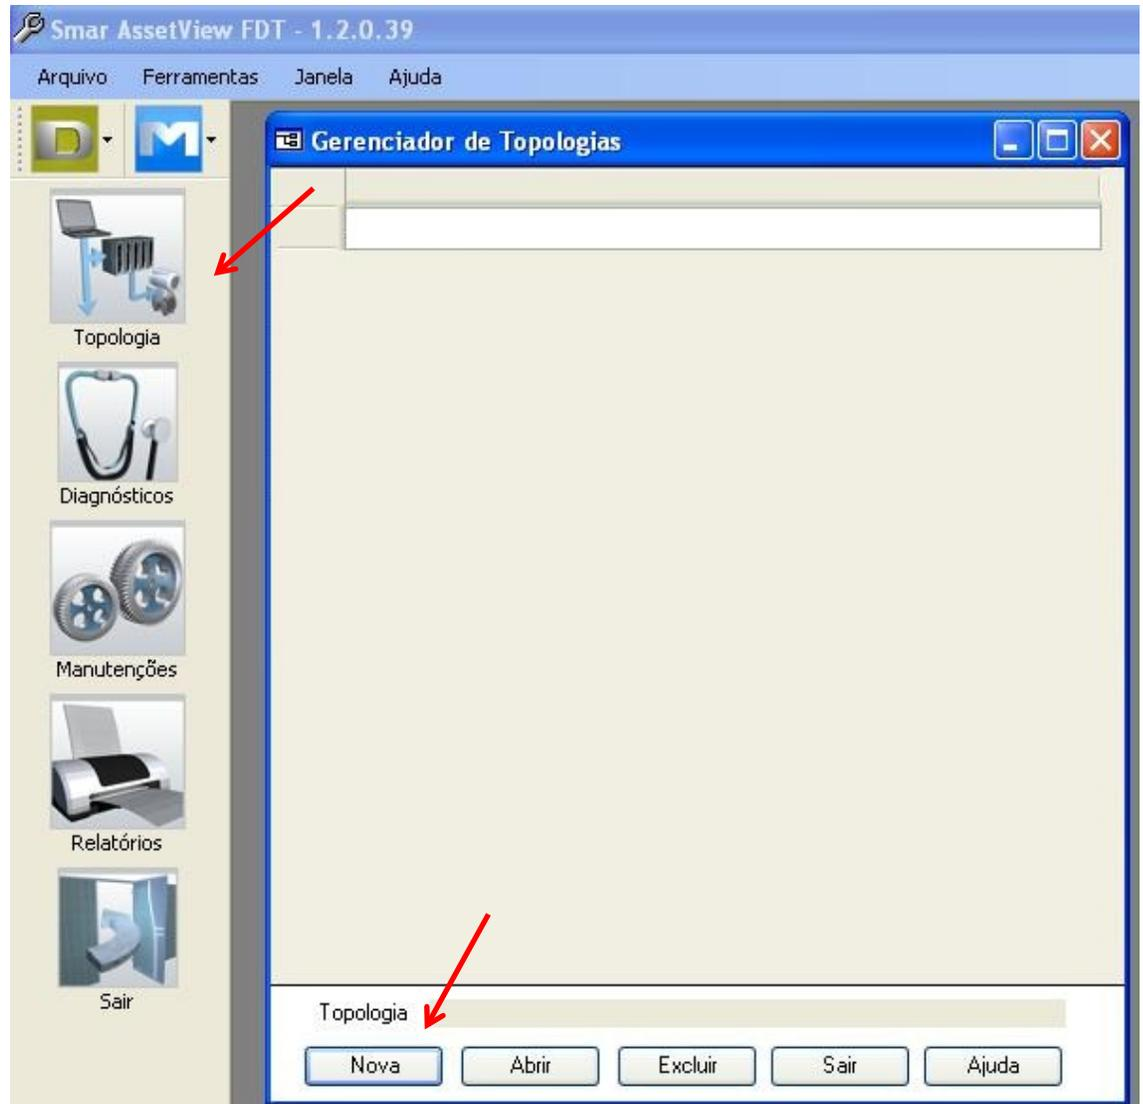

Figura 2.2 – Configuração do Software AssetView STANDALONE
- 1) Ao inicializar o software AssetView, escolha a opção "Topologia" para dar início às configurações. Quando a tela "Gerenciador de Topologias" abrir, o usuário deverá selecionar na opção "Nova", para criar uma topologia. Essa tela pode ser visualizada na Figura 2.2.